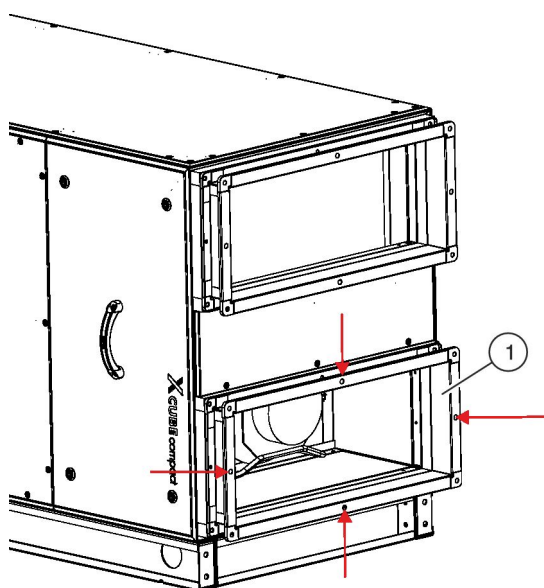

Рис. 17: Снятие звукоизолирующих подсоединений
- ▶ Отвинтите 4 установочных винта (M6×50) (Рис. 17/красные стрелки) со звукоизолирующего подсоединения и вытащите звукоизолирующее подсоединение (Рис. 17/1).